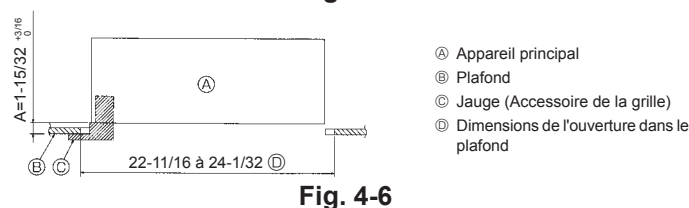

Fig. 4-6
- Lorsque l'appareil principal ne peut pas être aligné contre l'orifice de montage au plafond, il est possible de le régler par une fente prévue sur la plaque de montage. (Fig. 4-6)